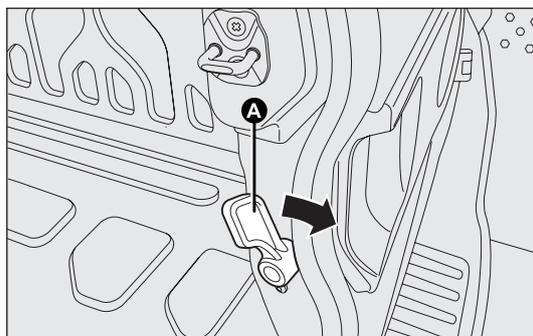

fig. 81
Después de haber abierto la primera hoja, tire de la manilla A-fig. 81 interviniendo en el sentido indicado por la flecha.
**ADVERTENCIA** Utilice la manilla A-fig. 81 solamente en el sentido indicado por la figura.